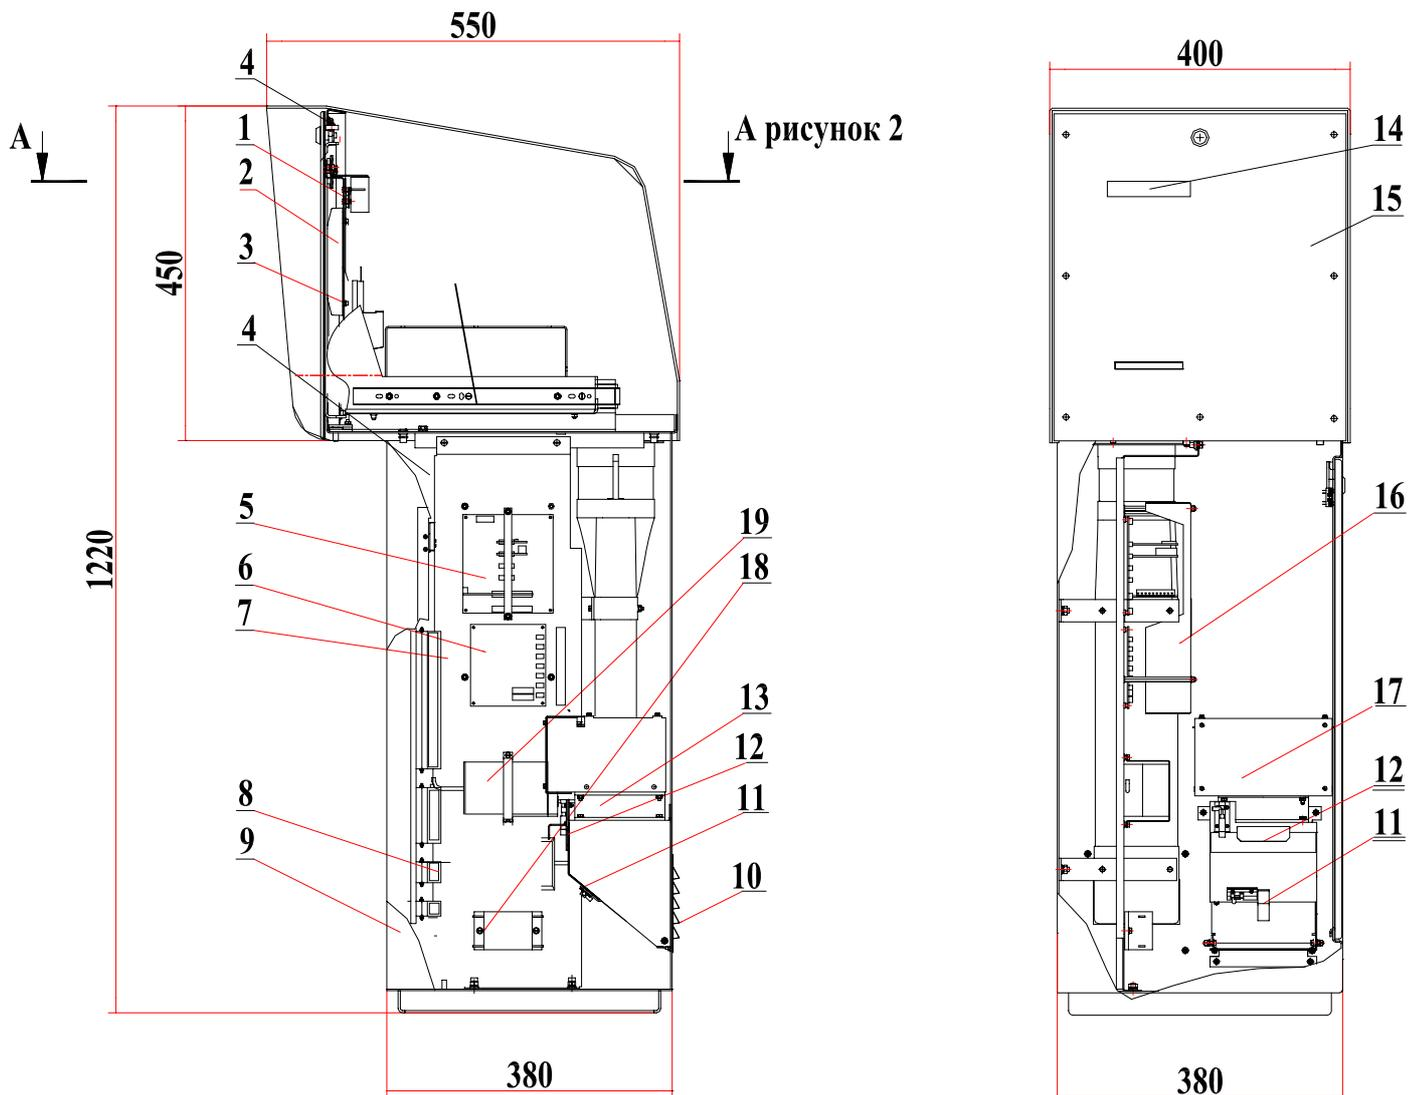

Рисунок 1 - Выездная стойка
Маркировочная этикетка, содержащая наименование изделия, обозначение, дату производства, серийный номер, наносится на крышку ТЭН (см. рисунок 1, поз.17). Маркировочные этикетки, содержащие схемы подключения оборудования наносятся на нижнюю дверь стойки. Предупредительная маркировка о наличии опасного напряжения наносится на панель (см. рисунок 1, поз. 7) и на кожух (см. рисунок 1, поз.16).
Для замены фильтра вентилятора системы климат-контроля при выключенном питании стойки откройте нижнюю дверь стойки, извлеките кассету фильтра (12) из короба (см. рисунок 1). Извлеките из кассеты использованный фильтр (фильтр расположен между двух сварных сеток, соединённых в центре медной проволокой) и установите на его место новый. Материал фильтра — ФМ-4х класс G4 (полипропилен S=18 мм), размер фильтра — 150*150 мм. Установите кассету фильтра (12) в короб (см. рисунок 1).
А-А рисунок 1